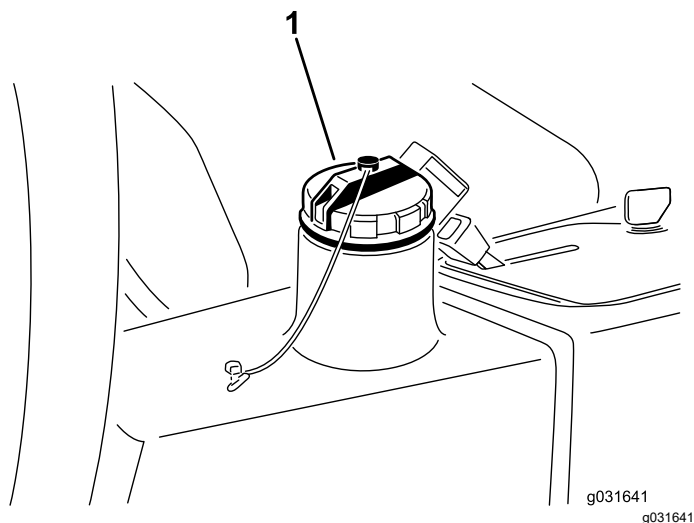

Рисунок 67
4. Залейте в гидравлический бак (Рисунок 67) приблизительно 13,2 литра гидравлической жидкости; см. Проверка гидравлической системы \(страница 66\).